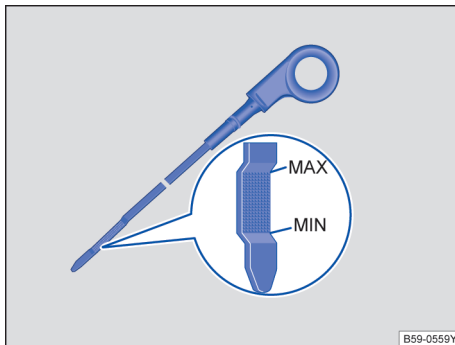

图 145 带液位标记的机油标尺
- “MAX”（机油标尺上拐点）标示的是机油液面高度的上限。→ 图 145
- “MIN”（机油标尺下拐点）标示的是机油液面高度的下限。→ 图 145